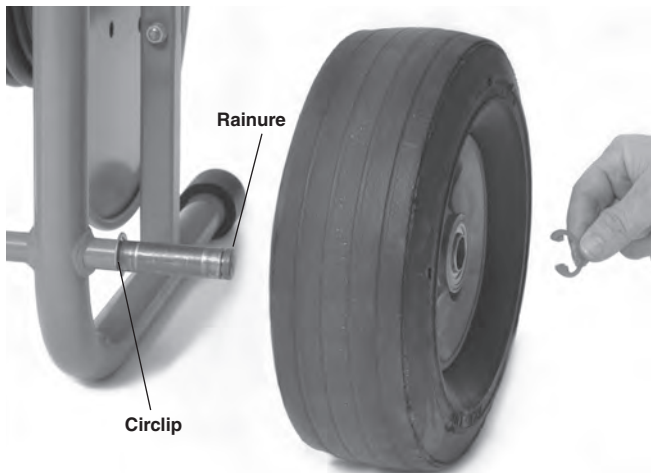

Figure 5 – Assemblage du KJ-2200
1. Engagez le circlip sur la rainure intérieure de chaque axe (Figure 5).